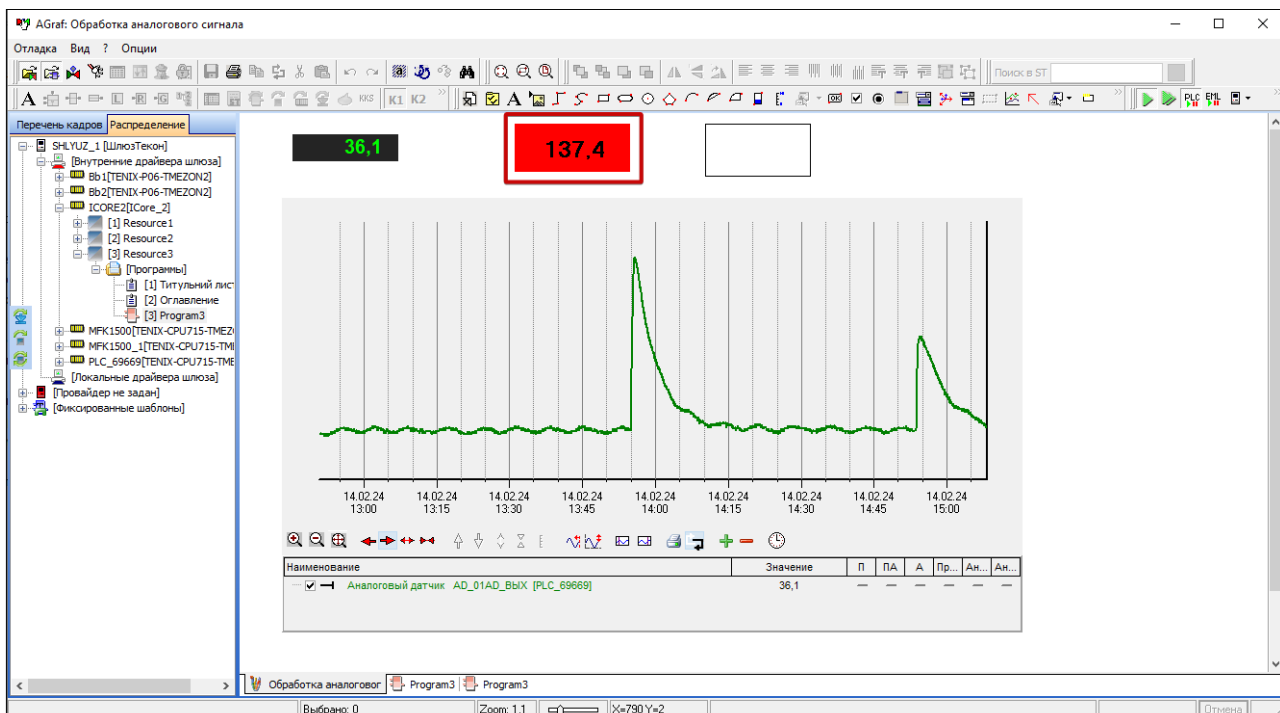

Рисунок 12.9. Срабатывание аниматора "Цвет фона"
- 2) Убедитесь, что примитив "Текст" отображает текущее значение параметра объекта (рис. 12.9).